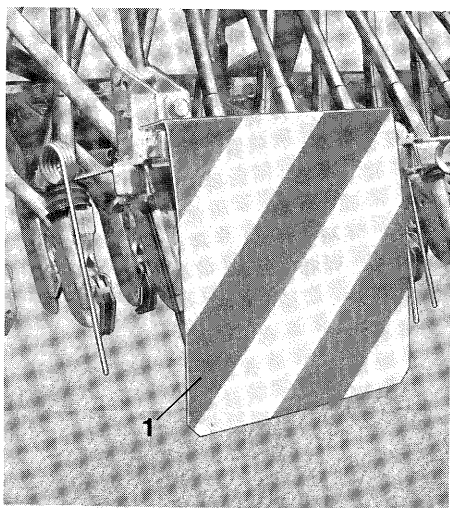

Fig. 40
- Equiper les outils attelés à l'avant et à l'arrière avec des panneaux de signalisation rayés rouge et blanc (fig. 40/1 et 41/3). La distance rebord supérieur du panneau de signalisation-chaussée doit mesurer au maximum 1500 mm. Les panneaux de signalisation doivent être montés le plus loin possible en deçà de l'outil. La réglementation autorise 10 cm au plus à partir du bord extérieur de l'outil.